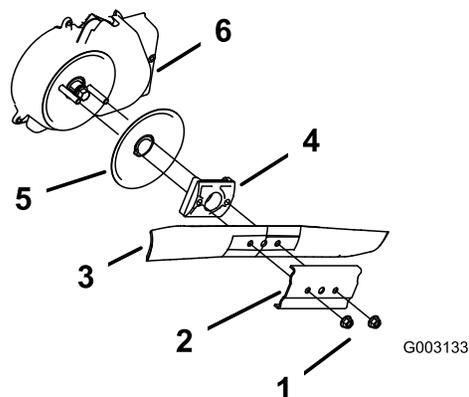

Рисунок 32
3. Отверните 2 гайки крепления ножа и прижим (Рисунок 32).
4. Извлеките нож (Рисунок 32).
5. Снимите привод ножа и диск (Рисунок 32).
6. Снимите кожух тормозной муфты ножа (Рисунок 32).
10. Установите снятые ранее нож и прижим (Рисунок 32).